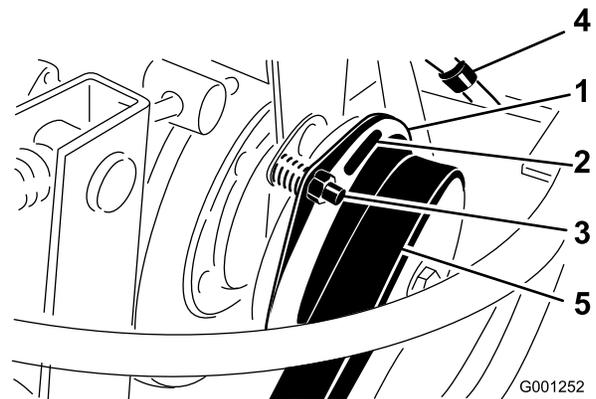

Figura 66
3. Regolate il traferro in modo da inserire, forzandolo leggermente, uno spessimetro di 0,38 mm tra il rivestimento interno della frizione e la piastra della frizione (Figura 66).
Nota: Per ridurre il traferro girate il dado di regolazione in senso antiorario (Figura 66). Il massimo traferro di servizio è di 0,76 mm. Regolate i 3 traferri.